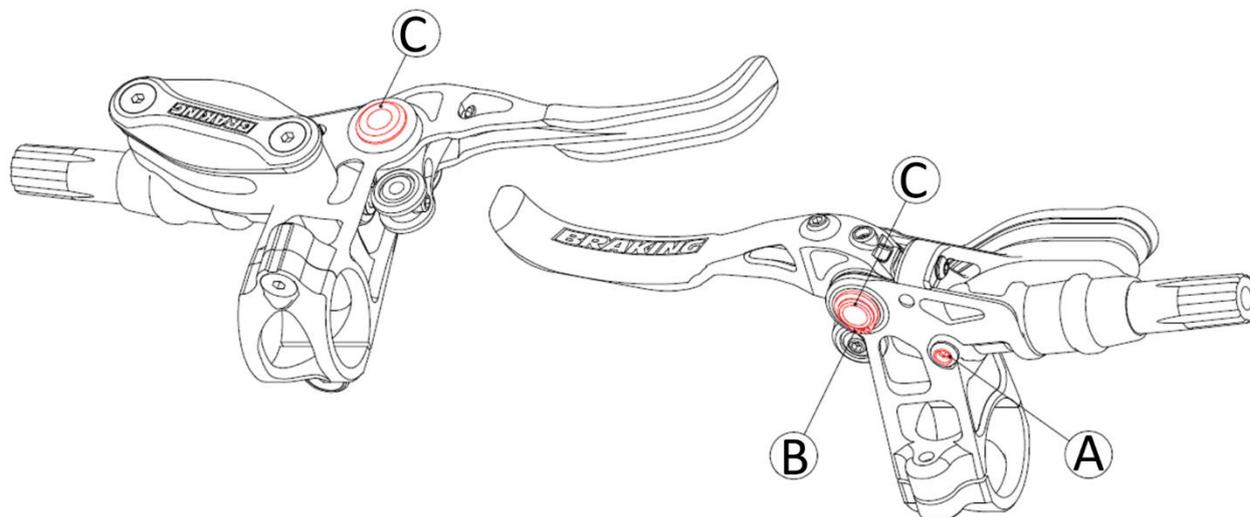
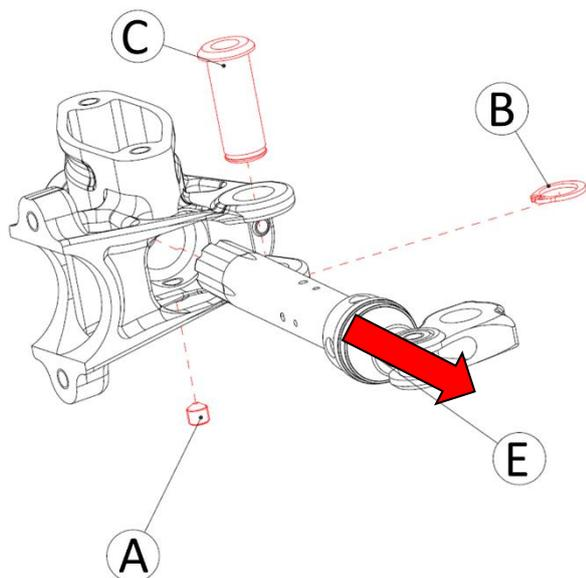

Figura 18: smontaggio cartuccia, componenti su cui agire
Figura 19: Estrazione cartuccia per sostituzione
- 3) Con una chiave 2mm per inserti esagonali, svitare il grano **A**, posto nella parte inferiore del corpo pompa, come indicato in **Figura 18** e **Figura 19**